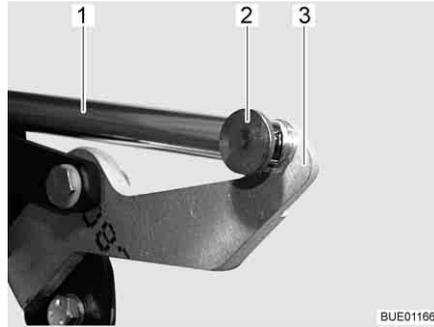

Fig. 86 Accionamiento
- Desmontar la unión (p. ej. la clavija hendida y el perno) (Fig. 86,2) entre la biela (Fig. 86,1) y la palanca (Fig. 86,3).